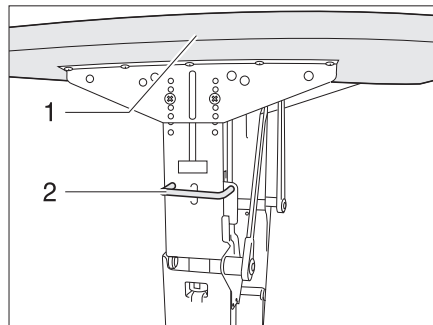

Fig. 54 Bloqueo mesa abatible con armazón metálico
- Empujar el tirador (Fig. 54,2) hacia arriba.
- Abatir hacia abajo el tablero de mesa (Fig. 54,1) formando un arco hasta que el tirador quede engatillado.